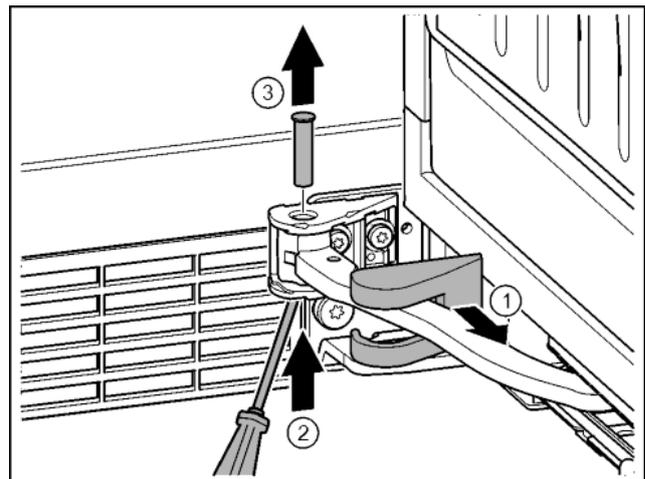

Fig. 16
- Abdeckung abziehen und entlang des Gelenks verschieben. Fig. 16 (1)
- Bolzen mit Finger oder Schraubendreher von unten anheben. Fig. 16 (2)
- Mit Schraubendreher unter den Bolzenkopf fahren und herausziehen. Fig. 16 (3)